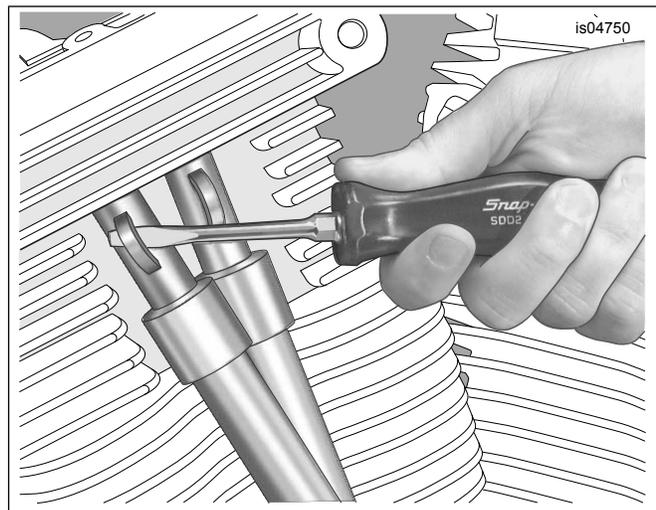

Abbildung 3. Federkappensicherung ausbauen
2. Den Kipphebeldeckel (2) und Dichtung (3) entfernen. Die Dichtung entsorgen.
3. Siehe Abbildung 3. Die Klinge eines kleinen Schraubendrehers in den Bügel der Federkappensicherung (19) der oberen Stößelstangenführung (20) einsetzen. Auf die Federkappe drücken und den unteren Teil des Schraubendrehers nach außen drehen, um die Kappe zu entfernen. Den Vorgang für die zweite Federkappensicherung wiederholen.